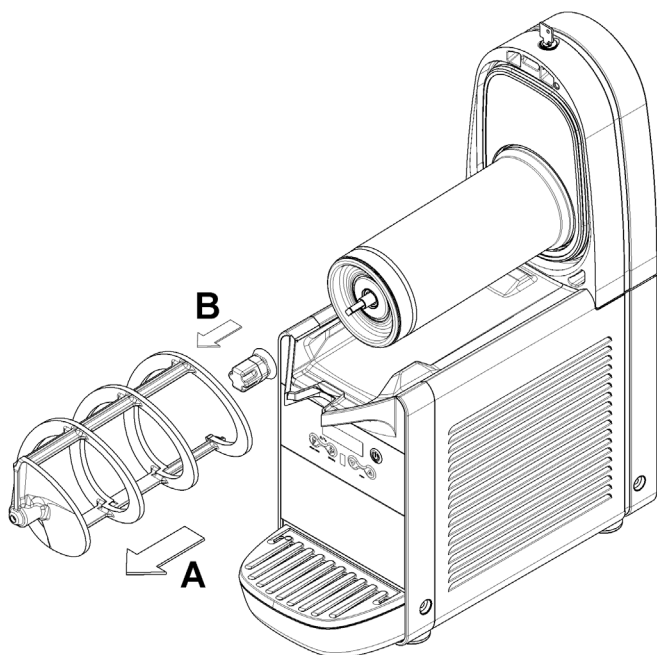

**Bild 7**
**2** Zum Ausbau des Behälters den entsprechenden Hebel nach oben drücken (Bild 7) und dann den Behälter